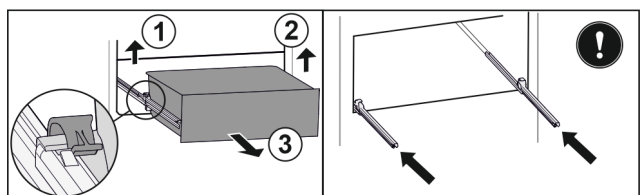

Fig. 96
- ▶ Підняти лівий затискач і одночасно висувний ящик ліворуч потягнути вперед. Fig. 96 (1)
- ▶ Підняти правий затискач і одночасно висувний ящик праворуч потягнути вперед. Fig. 96 (2)
- ▶ Вийняти висувний ящик рухом вперед. Fig. 96 (3)